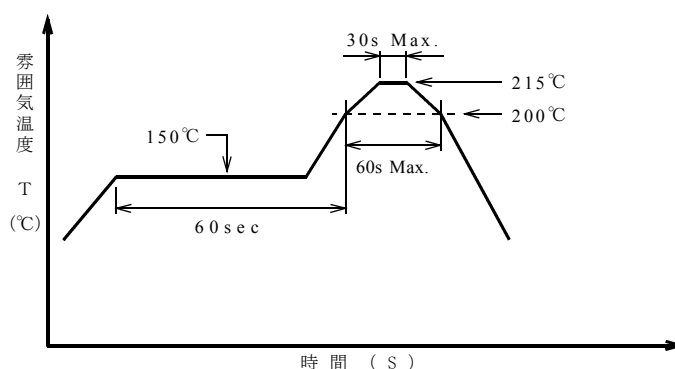

図 5-2 温度プロファイル
- ① 溶剤は、フロリナート **FC-70** または同等の溶剤を推奨します。
- ② 雰囲気温度は **215℃**、**30 秒**以内または **200℃**、**60 秒**以内にて実施して下さい。
- ③ **V.P.S** での推奨温度プロファイルの例を図 5-2 に示します。